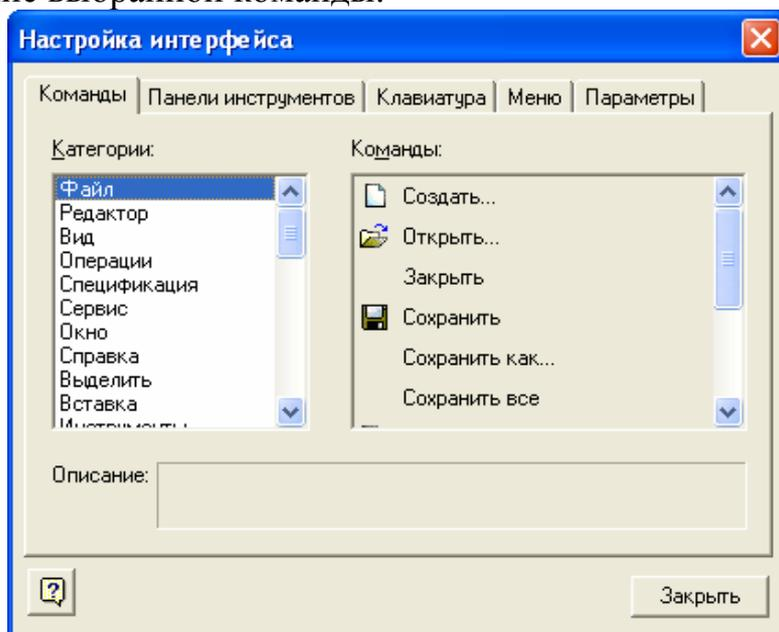

Рис. 6. Диалоговое окно **Настройка интерфейса** с открытой вкладкой **Команды**
- щелкните по пункту **Настройка интерфейса....** Появится диалоговое окно **Настройка интерфейса**, показанное на рис.6.